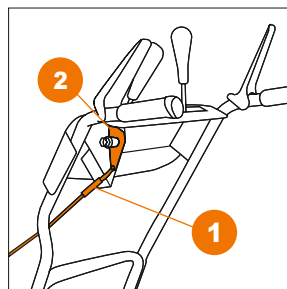

Рис. 10
– Соедините трос регулировки дальности выброса (1) с кронштейном рычага управления (2) на панели оператора (Рис. 10).